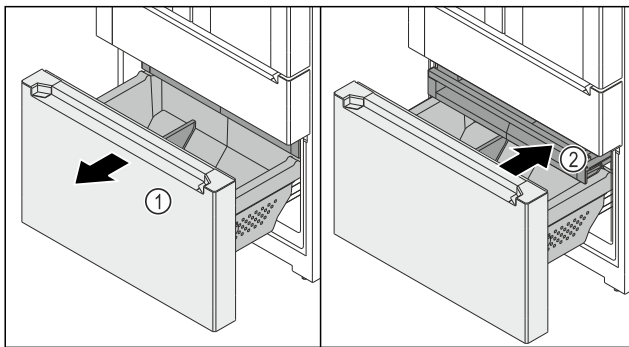

Fig. 150
- ▶ Vytiahnite vyťahovací vozík Fig. 150 (1) až na doraz.
- ▷ Zásuvka Fig. 150 (2) je automaticky vytiahnutá.
- ▶ Zasuňte zásuvku Fig. 150 (2).